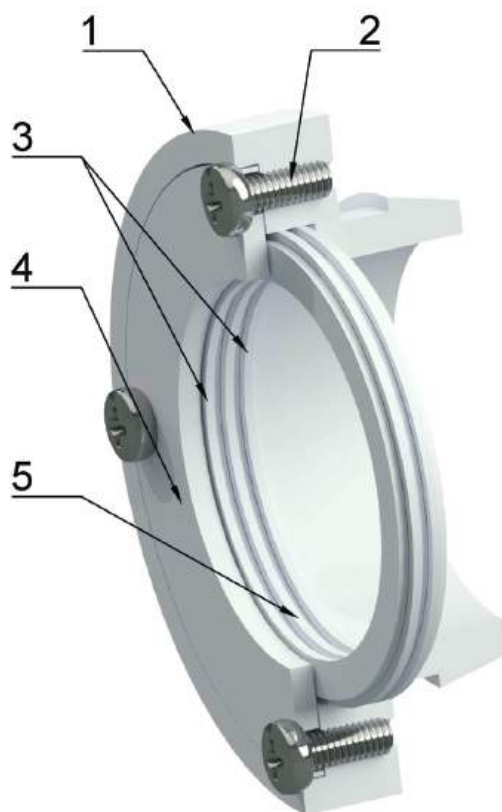

Рис. 14 Устройство скребков
2. на корпусе скребков **1** (Рис. 14) отвинтить винты крепления **2** прижимного кольца **4**;